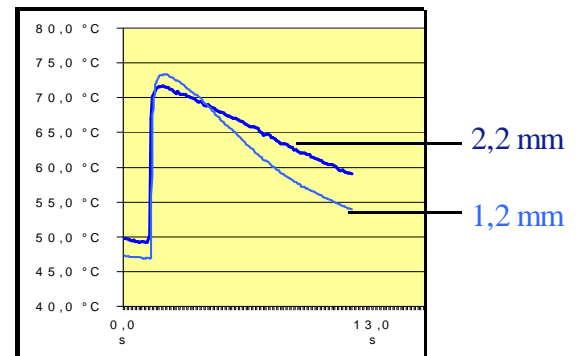

Bild 2: Abkühlverhalten unterschiedlicher Wanddicken eines Formteils.
- unterschiedliche Wanddicken verschieden temperiert werden können (Bild 2);